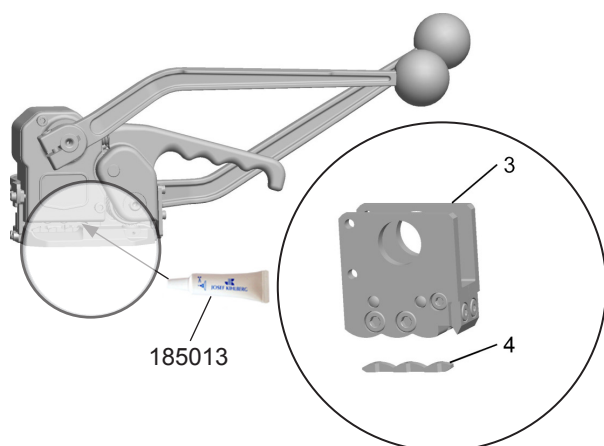

Fig. 16
– Rengör överstansen (Fig. 16/3) och understansen (16/4) från eventuella föroreningar, antingen med tryckluft eller med en liten stålborste. Tips: Om dessa är mycket förorenade, använd ett lösningsmedel.